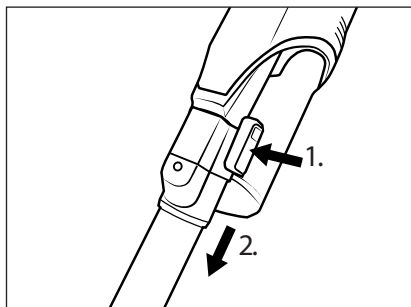

Fig. 11
- ♦ For at fjerne sugerøret ❷4 fra produktet skal du trykke på oplåsningsknappen til sugerøret ❷5 og holde den nede og tage sugerøret ❷4 ud af produktets sugeåbning (se fig. 11).